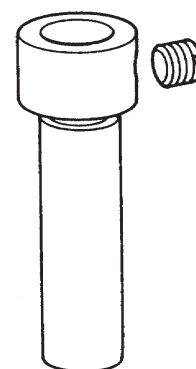
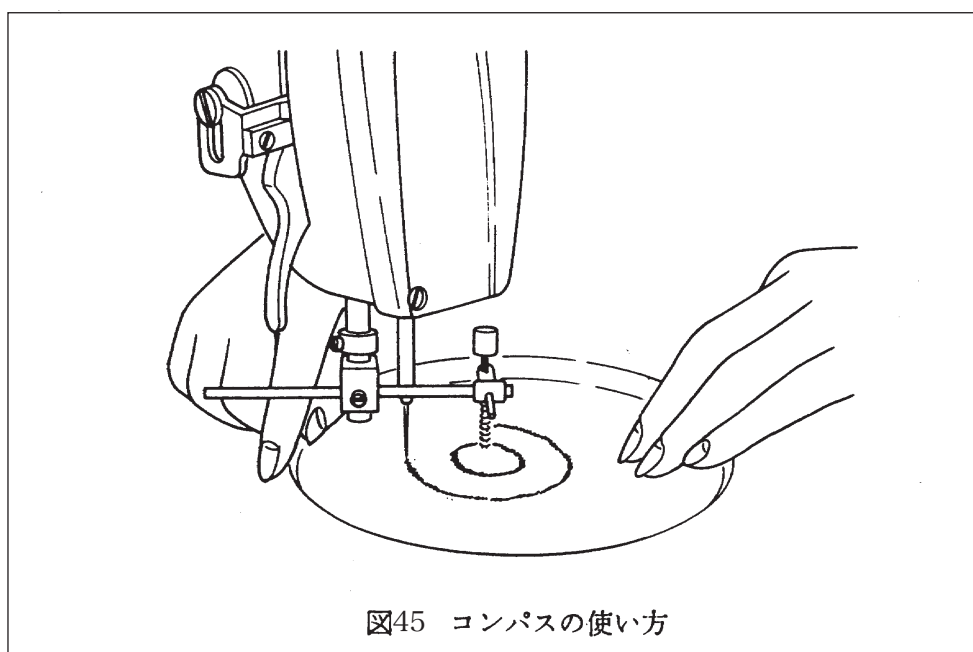

図44 継足B
図45 コンパスの使い方
(1) **コンパス** 一定の巾の円形、または、半円形を刺しゅうするには、図45のコンパスを使用すれば、簡単、かつ正確に刺しゅうできます。この場合、振り巾を固定して刺しゅうします。コンパスを使用されるとき、押え棒が短いので、図44に示す継足B（B-1502-391-BAO 押え棒継足B）を押え棒に取付け図45のように御使用下さい。